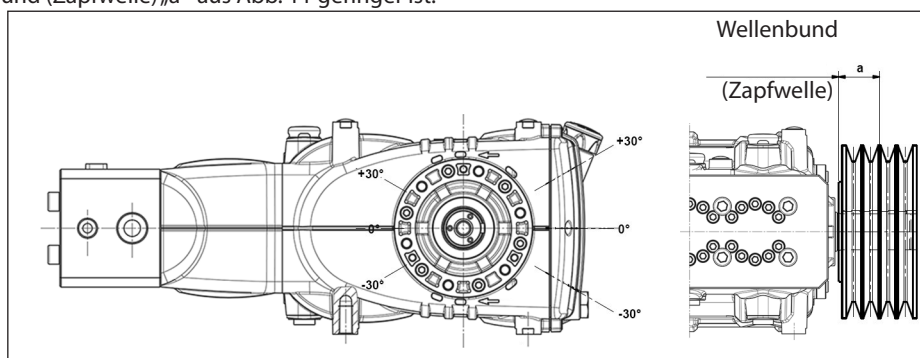

Abb. 11
Der Antrieb gilt als richtig bemessen, wenn die Belastung bei einem maximalen Abstand $a=50$ mm vom Wellenbund (Zapfwelle) angewandt wird, siehe Abb. 11.
- b) Verwenden Sie Hochleistungsriemen - zum Beispiel **XPB** statt **SPB** - da hierbei weniger Riemen bei gleicher Leistungsübertragung benötigt werden und der Abstand zum Wellenbund (Zapfwelle) „a“ aus Abb. 11 geringer ist.
- e) Folgen Sie der Spannungsrichtung des Riemen lt. Angaben in Abb. 11. Wenden Sie sich bei anderen Anforderungen an die **Technische Abteilung** oder den **Kundendienst**.